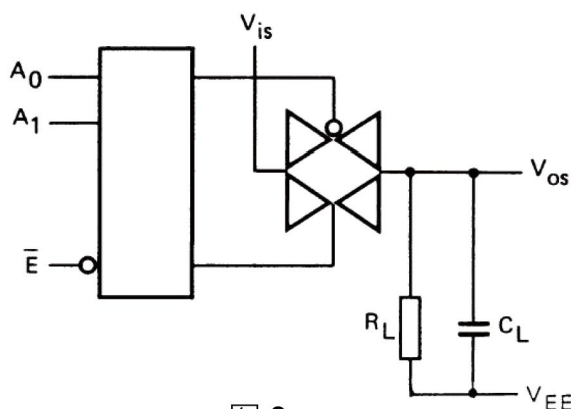

图 3
1. $R_L=10K\Omega$ 到 V_{EE} ; $C_L=50pF$ 到 V_{EE} ; $\bar{E} = V_{SS}$; $V_{is}=V_{DD}$ (方波); 如图 3 所示
2. $R_L=10K\Omega$; $C_L=50pF$ 到 V_{EE} ; $\bar{E} = V_{SS}$; $S_n=V_{DD}$ (方波); $V_{is}=V_{DD}$ 和 R_L 到 V_{EE} 用来测量 t_{PLH} ; $V_{is}=V_{EE}$ 和 R_L 到 V_{DD} 用来测量 T_{PHL} ; 如图 3 所示
3. $R_L=10K\Omega$; $C_L=50pF$ 到 V_{EE} ; $\bar{E} = V_{DD}$ (方波); $V_{is}=V_{DD}$, R_L 到 V_{EE} ; 测量 t_{PHZ} 和 t_{PZH} 时; $V_{is}=V_{EE}$ 和 R_L 到 V_{DD} 用来测量 t_{PLZ} 和 t_{PZL} ; 如图 3 所示
6. $R_L=10K\Omega$ 到 V_{EE} ; $C_L=15pF$ 到 V_{EE} ; \bar{E} 或 $S_n=V_{DD}$ (方波); 干扰是 $|V_{os}|$ (峰值); 如图 3 所示